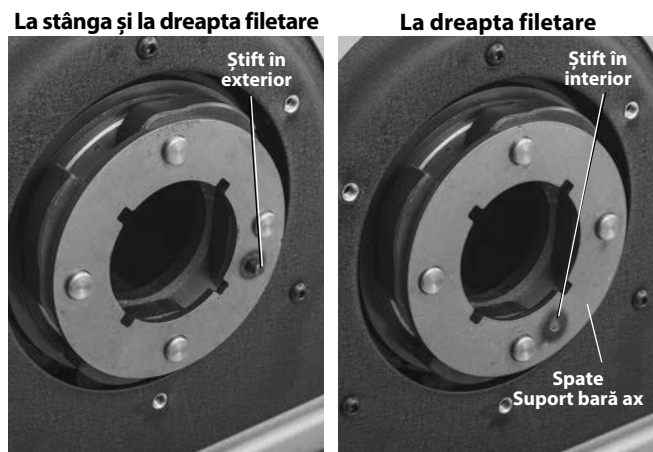

Figura 25B – Suport spate bară ax - poziționare știft
- c. Scoateți clemele E și suportul tijei pivotului spate (Figura 25B).
- d. Poziționați suportul tijei spate astfel încât știftul să fie orientat spre exterior și montați la loc (Figura 25B).
- g. Pentru a converti înapoi la filetare numai pe dreapta, inversați suportul tijei pivotului spate, astfel încât știftul să fie orientat spre interior și îl montați la loc (Figura 25B).